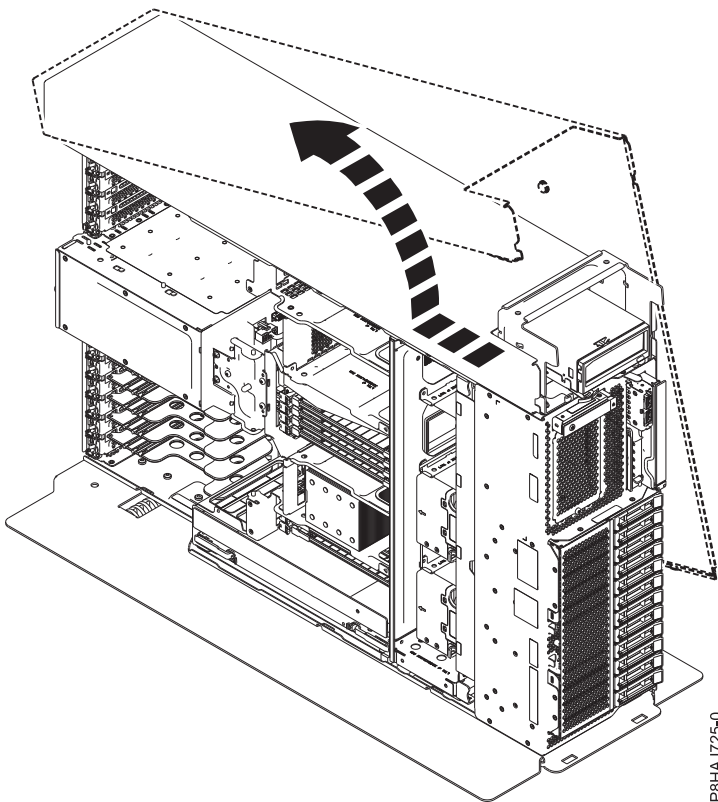

Figura 33. Extracción de la cubierta lateral del sistema 8286-41A
5. Deslice la cubierta lateral sacándola del sistema en la dirección que se muestra en la Figura 33.